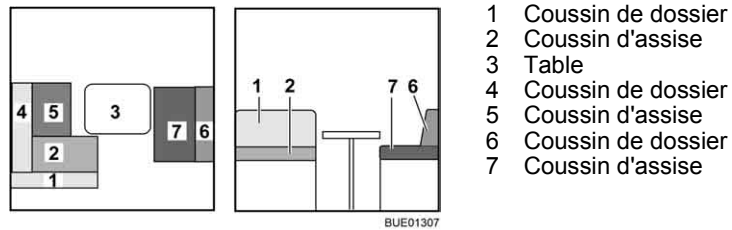

Fig. 148 Avant la transformation
- Convertir la table (Fig. 148,3) en sommier de lit (voir paragraphe 6.10).
- Enlever le coussin de dossier (Fig. 148,1) et le placer de côté.